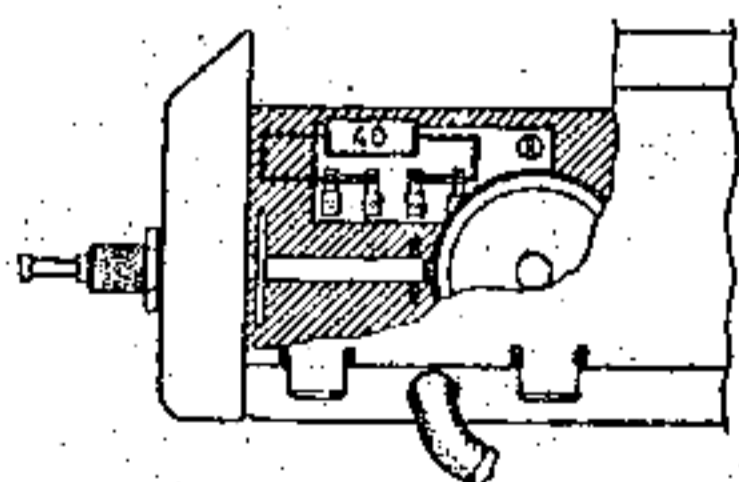

Abb. 5 Heizkreis auf 6 V geschaltet
- Empfänger umschalten nach Abb. 5 bzw. 6.